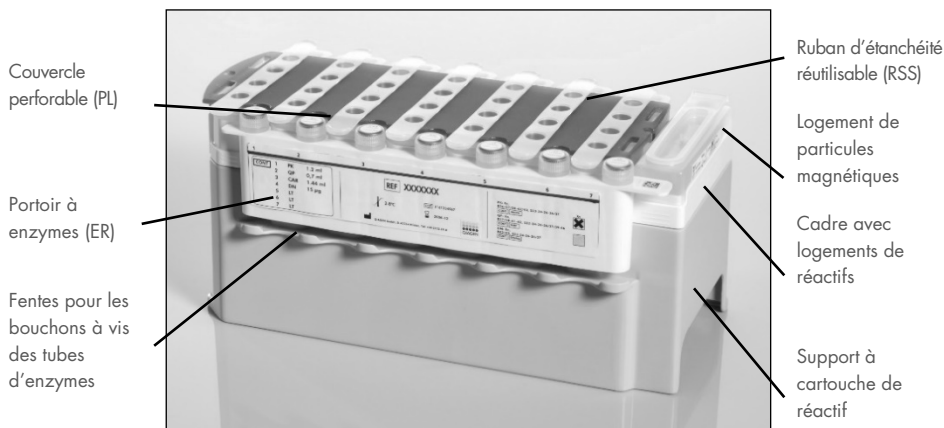

Figure 2. Cartouche de réactif (RC) QIASymphony. La cartouche de réactif (RC) contient tous les réactifs requis pour l'analyse de protocole.
Les réactifs pour la purification de l'ADN se trouvent dans une cartouche de réactif (RC) innovante (voir Figure 2). Chaque logement de la cartouche de réactif (RC) contient un réactif spécifique, par exemple les particules magnétiques, le tampon de lyse, le tampon de lavage ou le tampon d'éluat. Vous pouvez refermer les cartouches de réactif (RC) partiellement usagées avec les rubans d'étanchéité réutilisables (Reuse Seal Strips, RSS) en vue d'une réutilisation ultérieure, cela économise les déchets dus aux réactifs restants à la fin de la procédure de purification.
Une fois le couvercle du logement de particules magnétiques retiré et après ouverture des tubes du portoir à enzymes (ER) (les bouchons à vis peuvent être rangés dans des fentes dédiées, voir Figure 2), la cartouche de réactif (RC) est ensuite chargée dans le tiroir « Reagents and Consumables » (Réactifs et consommables).